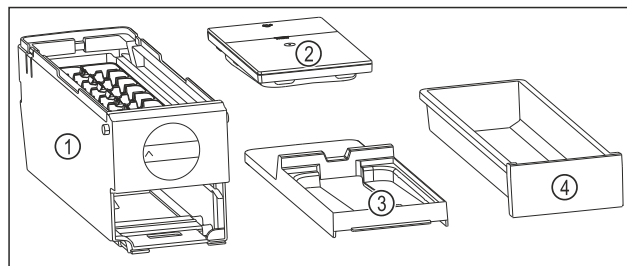

Fig. 214 Bestanddelen van de EasyTwist-Ice
- EasyTwist-Ice is in vier delen gedemonteerd. (zie Fig. 214)
- EasyTwist-Ice alleen in afgebeelde bestanddelen demonteren. (zie Fig. 214)
- EasyTwist-Ice-corpus Fig. 214 (1) als geheel reinigen.